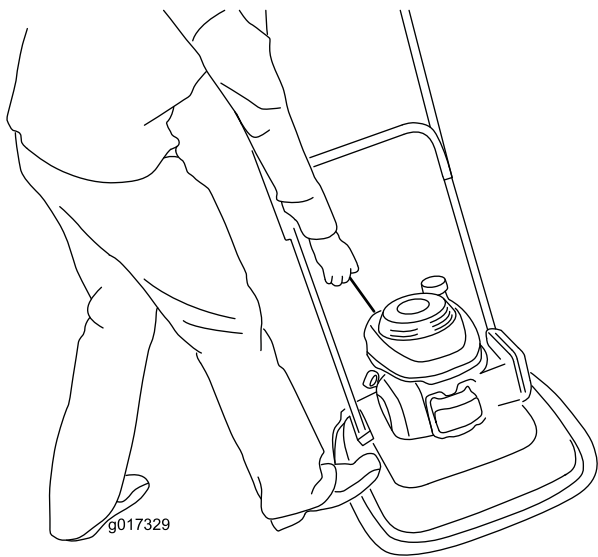

Bild 16
3. Stellen Sie den Fuß auf das Mähwerk und kippen Sie die Maschine in ihre Richtung (Bild 16).